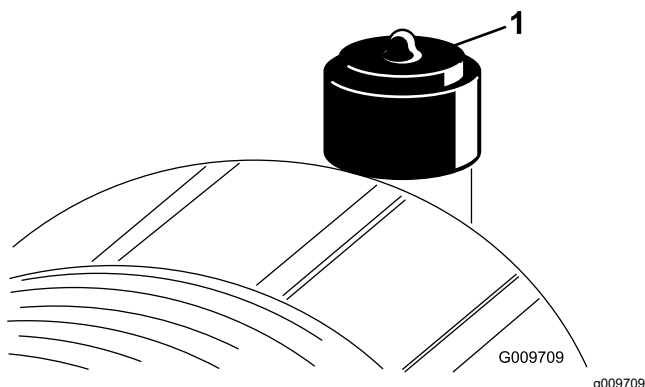

Figura 48
Effettuate la manutenzione del filtro dell'aria quando l'indicatore (Figura 48) lo richiede. Sostituendo il filtro dell'aria prima del necessario si aumenta il rischio che la morchia penetri nel motore quando si toglie il filtro.
6. Se la spia (Figura 48) è rossa, resettatela.